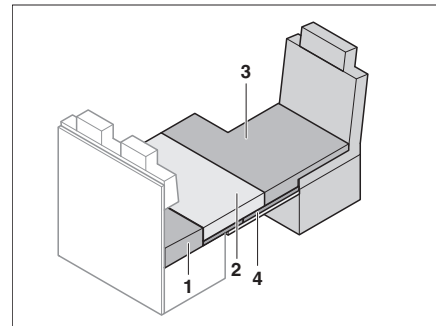

Fig. 187 Après la transformation
- Placer le coussin supplémentaire (Fig. 187,3) sur le siège conducteur.
- Placer le coussin d'assise (Fig. 187,2) sur le support pour lit de secours.